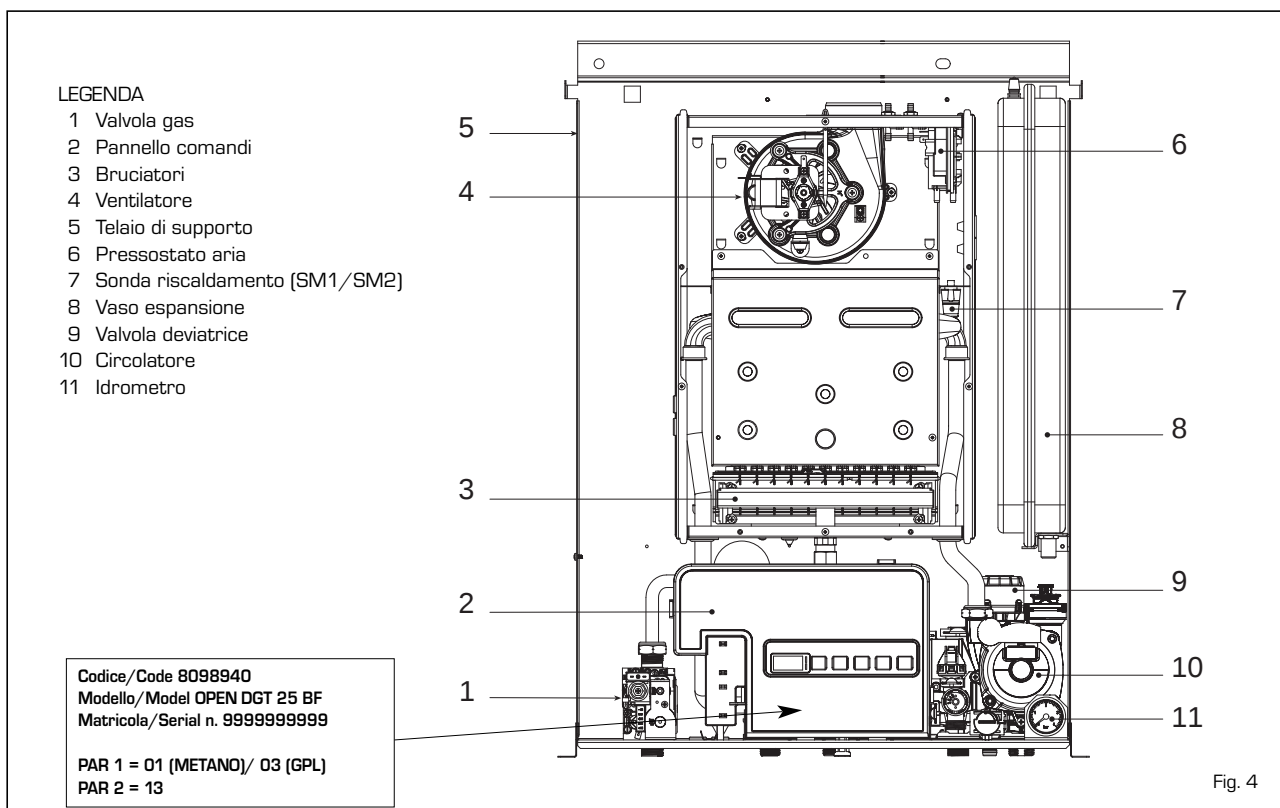

Fig. 4
1.7 COMPONENTI PRINCIPALI [fig. 4]